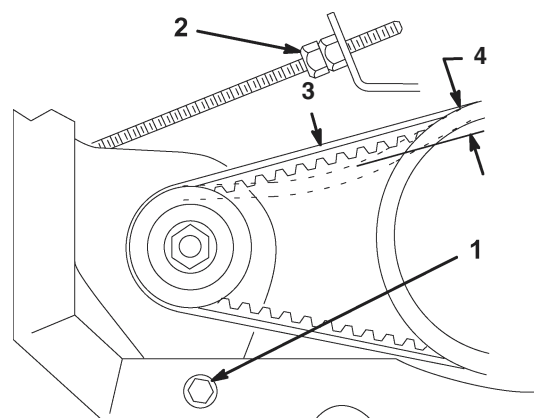

Figure 26
- Desserrez le boulon pivot de l'alternateur du démarreur (Fig. 26).
- Vissez plus ou moins l'écrou de blocage sur la tige du démarreur (Fig. 26) jusqu'à ce que la courroie présente une flèche de 6 mm lorsqu'elle subit une force de 14 Nm.
- Serrez le boulon pivot de l'alternateur du démarreur (Fig. 26).